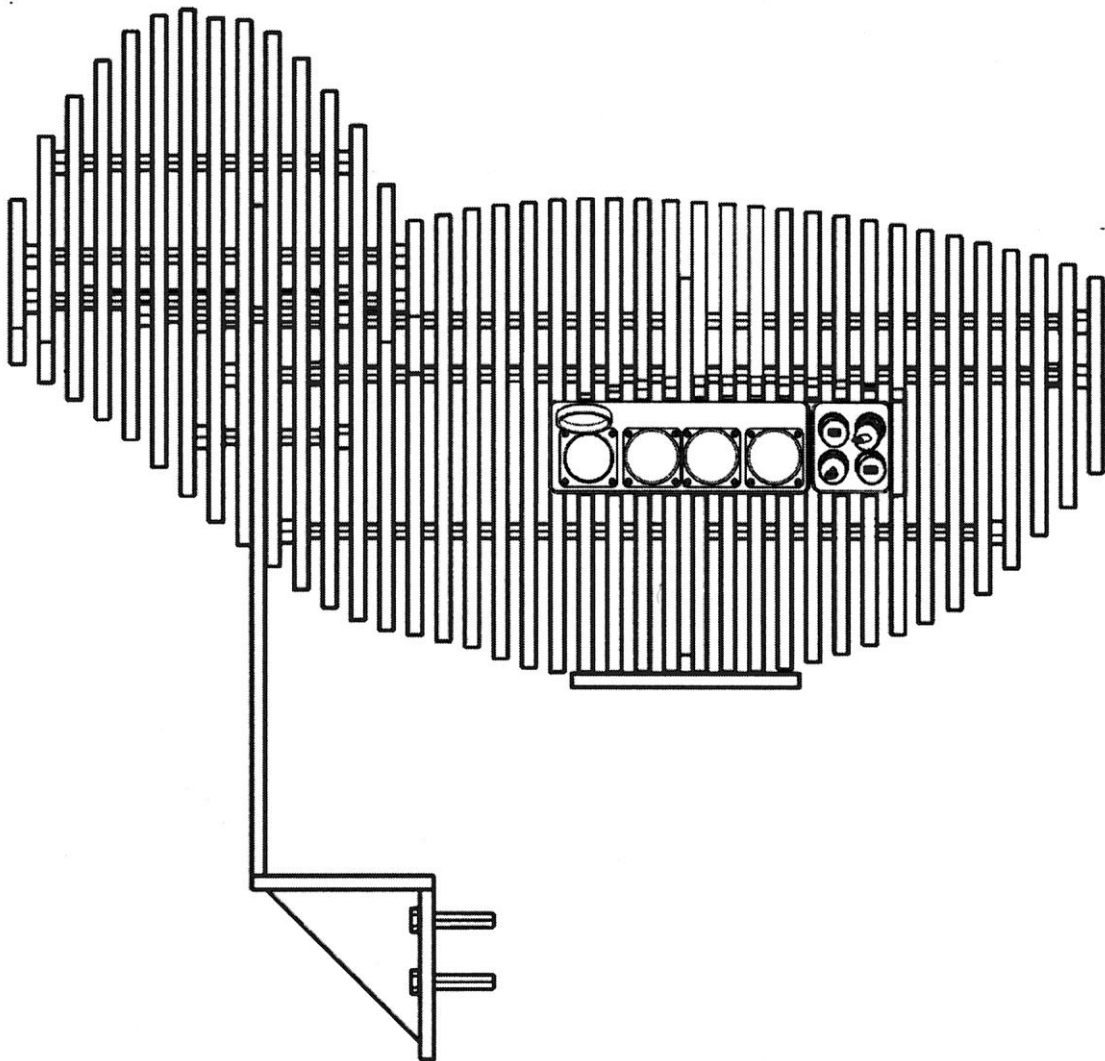

Fig.4
- Fig. 4** – przedstawia wtyczkę w widoku z lewej strony.